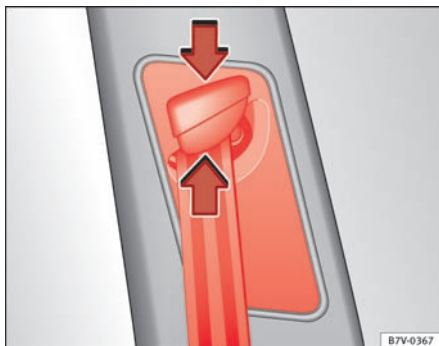

Fig. 15 Ved siden af forsæderne: selehøjdeindstilling
- Tryk vendebeslaget sammen i pilenes retning, og hold det der ⇒ Fig. 15.